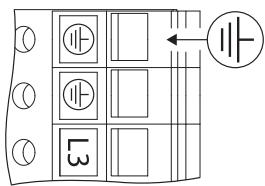

Fig. 26: Puesta a tierra adicional
- Dada la intensidad de la corriente de derivación en los motores a partir de 11 kW, según EN 61800-5-1:2008-04 se ha de conectar una puesta a tierra adicional reforzada (véase Fig. 26).